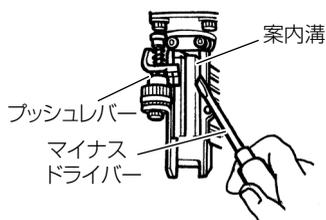

図 17
- 案内溝につまったステープル、破片、接着剤、木くずなどをマイナスドライバーなどで取除きます。(図 17)